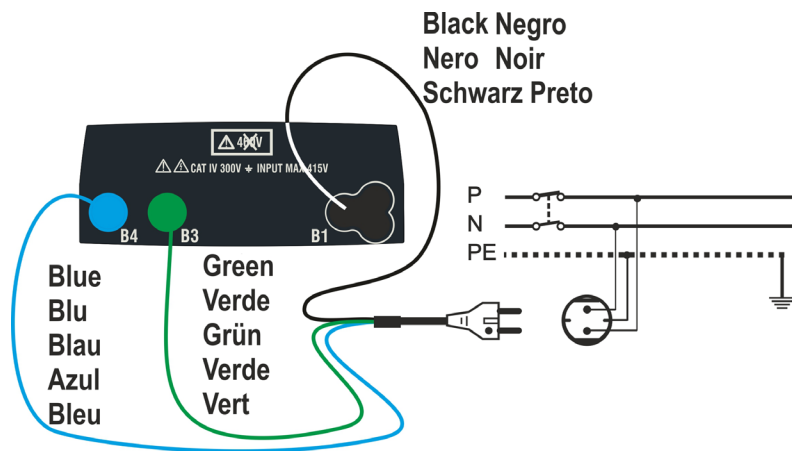
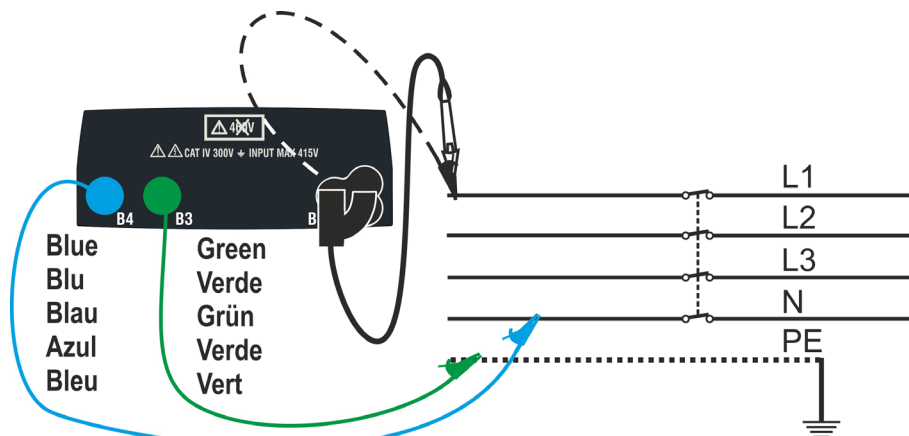

Abb. 6: Geräteanschluss mit dem Kabel mit Schuko-Stecker
Abb. 7: Geräteanschluss mit Einzelkabeln und Prüfsonde mit Fernbedienung
2. Schließen Sie den grünen, blauen und schwarzen Stecker des Schukokabels mit drei Leitungen an die entsprechenden Eingangsbuchsen B1, B3 und B4 des Messgeräts. Alternativ dazu können Sie Einzelkabel verwenden und die entsprechenden Krokodilklemmen an die freien Kabelenden aufstecken. Sie können auch die Prüfsonde mit Fernbedienung benutzen, indem Sie deren mehrpoligen Steckverbinder in die Eingangsbuchse B1 einführen. Verbinden Sie den Schukostecker, die Krokodilklemmen oder die Prüfsonde mit Fernbedienung mit der elektrischen Anlage entsprechend den Abb. 6 oder Abb. 7.